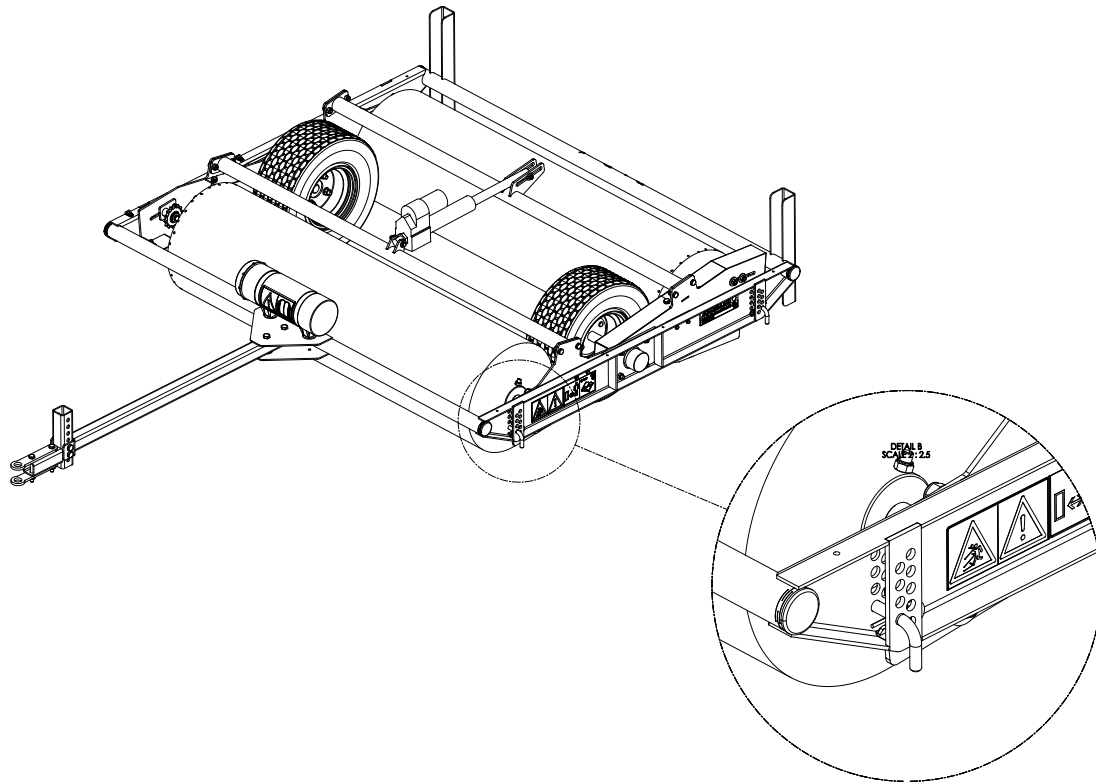

Abb. 10
2. Entfernen Sie den Federstecker (1) (Abb. 10).